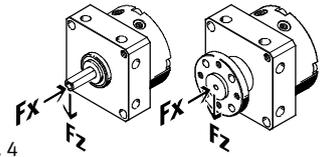

Fig. 4
4. Al fijar la carga útil, asegúrese de que se cumplen las siguientes especificaciones (Fig. 4):